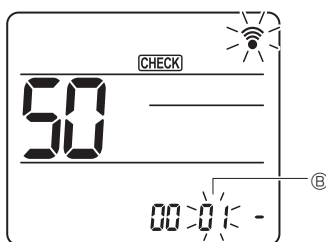

Fig. 6-18
- Appuyez sur les touches [DOWN] pour régler le numéro de mode ②. (Fig. 6-18)